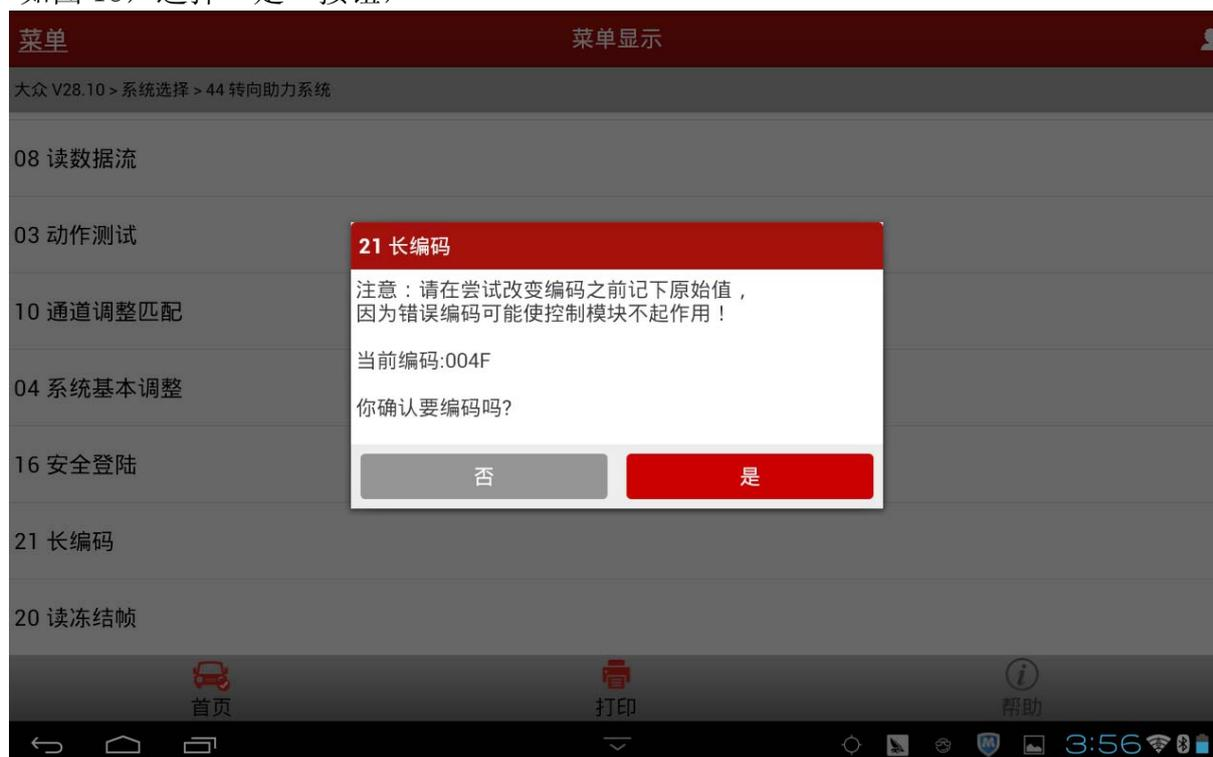

图 18
- 对于故障代码“U101300 控制单元未编码”，需对【44-助力转向系统】进行手动编码。进入 44 系统后首先执行【16 安全登陆】，登录码为 10608，登录成功后选择【21 长编码】，如图 18，选择“是”按钮，